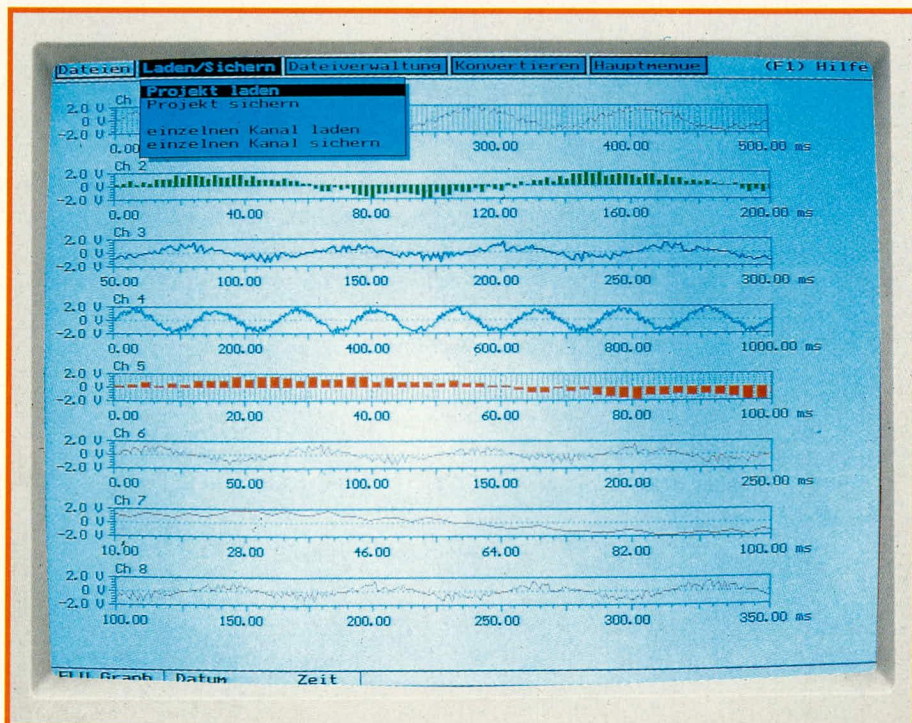

Bild 1:
Bildfüllende Vergrößerung des Kanals 1 von Bild 1, mit eingeblendetem Zoom-Fenster.
- Gleichzeitige Darstellung mehrerer Signalverläufe in einem Fenster (Bild 1). Dadurch wird ein direkter Vergleich zwischen den Signalverläufen möglich. Zur besseren Unterscheidung lassen sich verschiedene Ausgabeformen wählen, außerdem können die Signalverläufe markiert
den auf volle Fensterhöhe vergrößerten Signalverlauf des Kanals 1 von Bild 1.